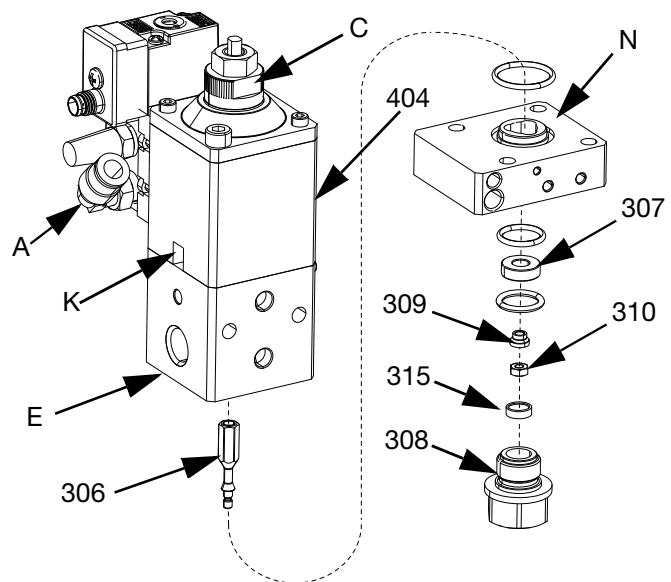

FIG. 16
1. Utilize a ferramenta de montagem do vedante (806) para instalar um novo kit de vedação (101, 201) na haste do pistão com a flange encostada à secção do ar (B).
2. Retire e guarde a ferramenta de montagem do vedante (806).
4. Coloque uma chave Allen na haste do pistão (410) que se encontra no orifício de segurança (K). Consulte a FIG. 16.